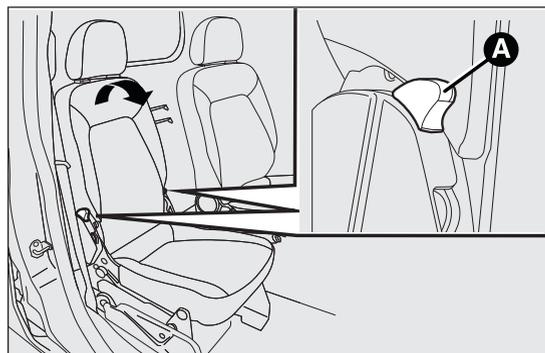

fig. 23
- agire sulle leve A fig. 23 e ribaltare in avanti lo schienale agendo nel senso indicato dalla freccia;